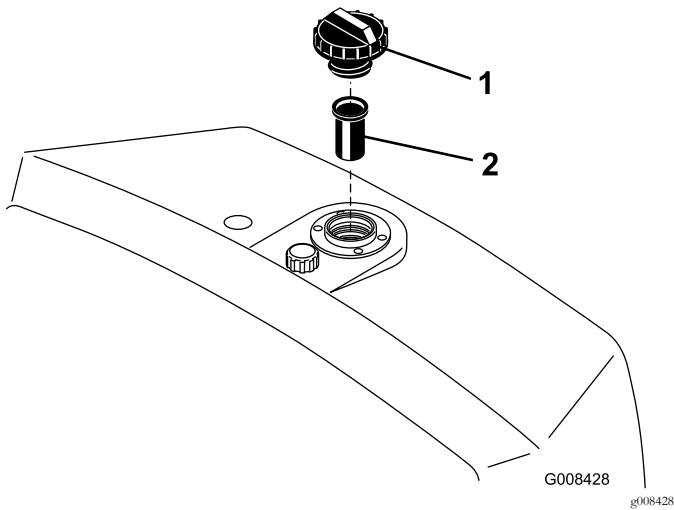

图26
2. 卸下油箱盖并查看油位。油位应达到加油颈滤网的底部图26